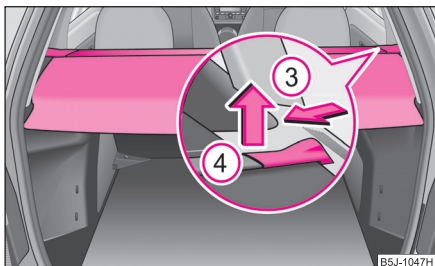

Abb. 67 Gepäckraum:
- Zur Beförderung von sperrigem Gepäck lässt sich die Gepäckraumabdeckung ausbauen. Drücken Sie den Schieber von der Seite in Richtung des Pfeils ③ ein und nehmen Sie die Gepäckraumabdeckung in Richtung des Pfeils ④ heraus ⇒ Abb. 67.